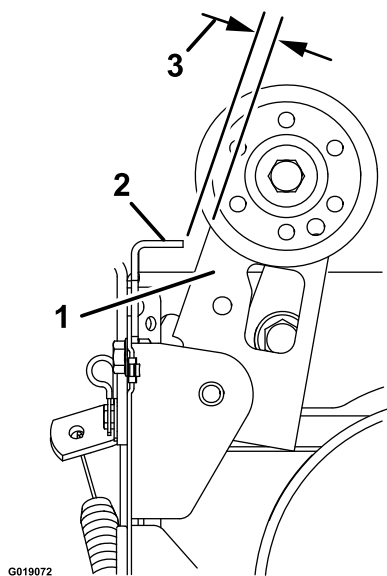

Рисунок 36
- Отрегулируйте винтовую стяжку так, чтобы зазор между муфтой щетки в сборе и лапкой был равен 3,2 мм (Рисунок 36).